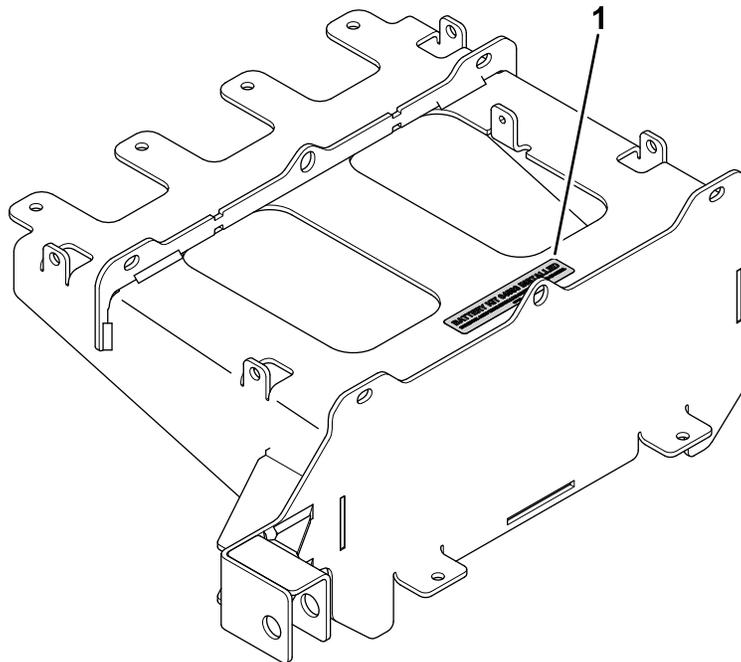

Bild 20
4. Montieren Sie den Aufkleber Modell 04593 an der unteren Montageplatte, wie in Bild 20 gezeigt.